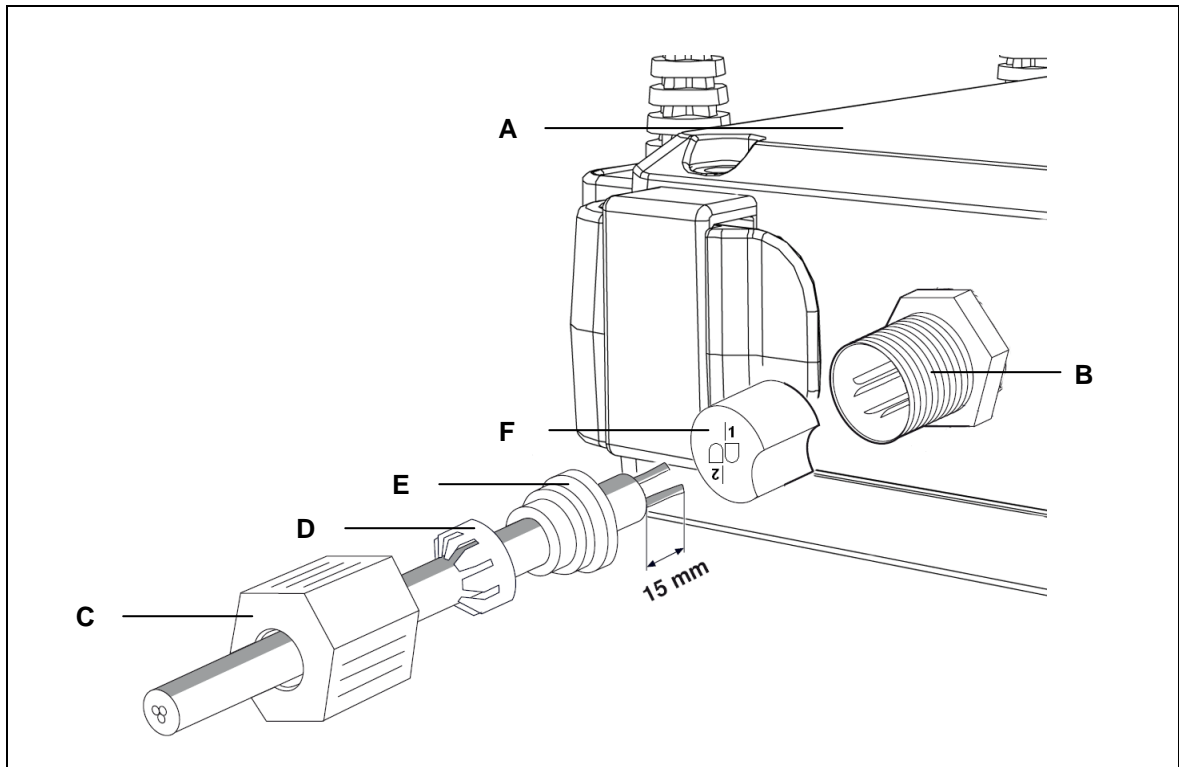

Abbildung 11 Montage des QUICKON® Schnellverbinders (1)
- 2 Isolieren Sie den Leitungsmantel etwa 15 mm ab (siehe Abbildung 11) und stecken Sie die Überwurfmutter, die Krone und den Dichtgummi auf die Leitung. Isolieren Sie nicht die Adern ab!